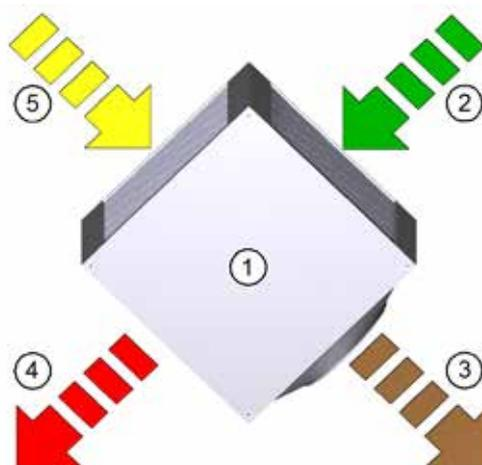

Fig. 9: Principio di funzionamento dello scambiatore di calore a piastre a correnti incrociate
L'aria estratta calda aspirata (pos. 5 nella Fig. 9) dal vano interno viene fatta passare dalle camere dello scambiatore di calore a piastre a correnti incrociate (pos. 1 nella Fig. 9) e lo riscalda.
L'aria estratta raffreddata viene fatta defluire all'esterno come aria espulsa (pos. 3 nella Fig. 9).
Allo stesso tempo, l'aria esterna fredda aspirata (pos. 2 nella Fig. 9) viene fatta passare dalle camere dello scambiatore di calore a piastre a correnti incrociate staccate dall'aria estratta e si riscalda. Le camere separate impediscono che l'aria esterna e l'aria estratta si mescolino.
L'aria esterna riscaldata viene trasferita al vano interno come aria inserita (pos. 4 nella Fig. 9).